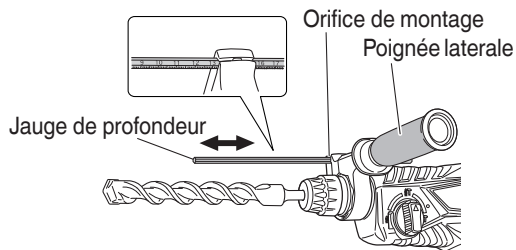

Fig. 15
7. Utilisation de la quenouille (Fig. 15)